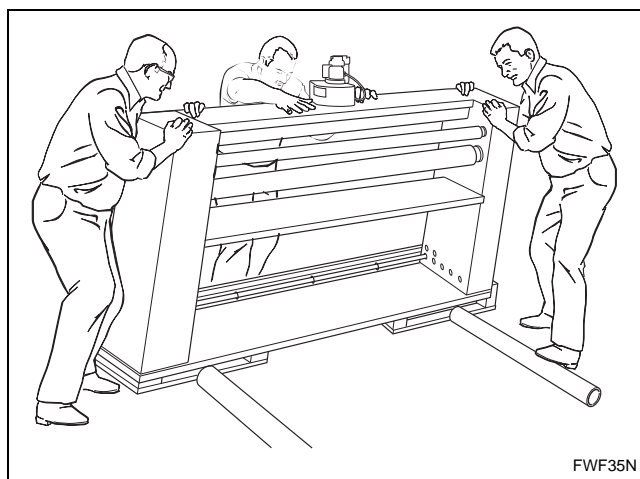

Figura 6
5. Coloque dois rolos no chão próximos à passadeira. Consulte a *Figura 6*.
7. Desça devagar a passadeira do carrinho com rodinhas, para cima dos dois primeiros rolos, com muito cuidado para manter a unidade nivelada. Consulte a *Figura 6*.